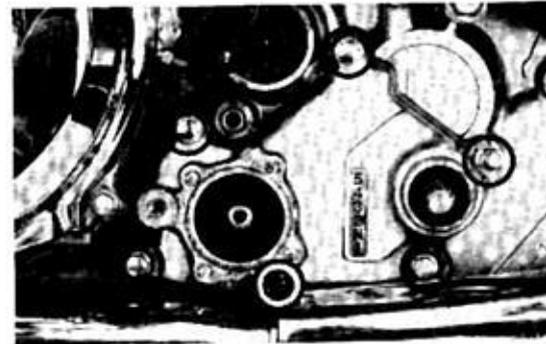

Bild 94
- Schaltgehäusedeckel abnehmen (Bild 94). Bei Beschädigung des Wellendichtrings der Schaltwelle (Ölaustritt) Dichtring mit passendem Rundmaterial heraus schlagen.